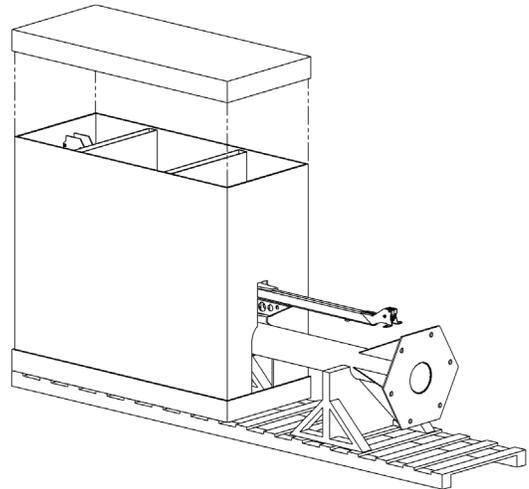

Fig. 2A. Rimozione del coperchio dell'imballaggio.
- 2.1 Rimuovere con cura le fascette dalla scatola di spedizione e togliere il coperchio (**fig. 2A**).